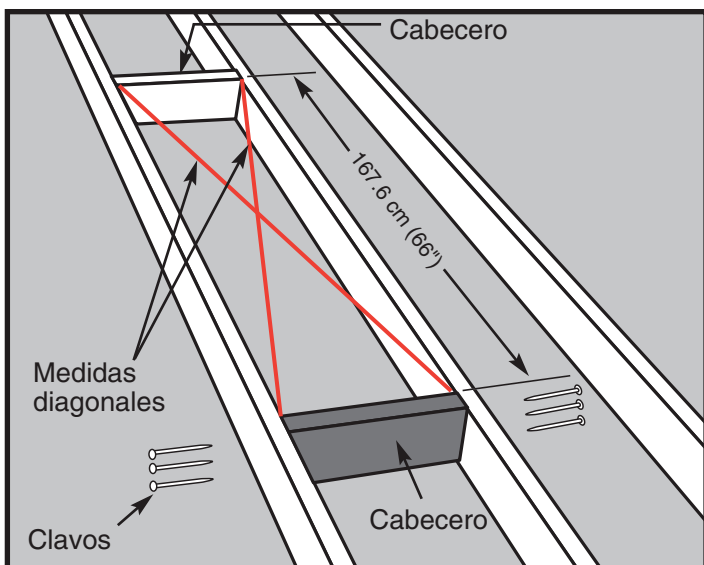

Figura 13 Cómo verificar la escuadra
- PASO 5.** Posicione el segundo cabecero a 167.6 cm (66") del primero, y repita el paso 4 (vea la Figura 13).
- PASO 6.** El marco para la abertura sin terminar necesita cuatro lados. Los cabeceros forman dos de esos lados. Si las vigas de su cielorraso están espaciadas de modo de formar los otros dos lados de la abertura sin terminar, revise la abertura para verificar la escuadra. Para ello, mida las diagonales. Las medidas deben diferir en menos de 3.2 mm (1/8") para que el conjunto se considere a escuadra (vea la Figura 13).